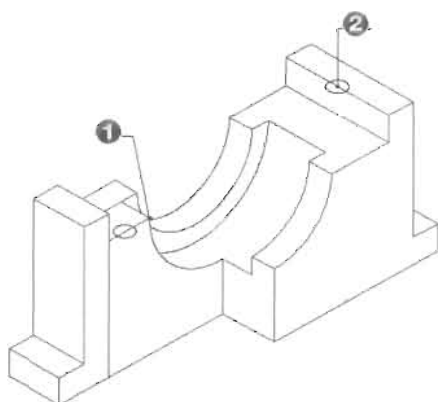

图 11-97
(1) 将“圆孔”图层设置为当前层，单击“绘图”工具栏中的“椭圆”按钮，绘制上平面等轴测圆，如图 11-97 所示，命令执行过程如下：
指定等轴测圆的圆心: //按 F5 键切换到上平面, 按住 Shift 键并单击鼠标右键, 在弹出的菜单中单击“自(F)”命令) _ from 基点: (鼠标拾取图 11-97 中的点 1 基点) <偏移>: 6 ✓
指定等轴测圆的圆心: //捕捉图 11-97 中的点 2, 即该直线的中点